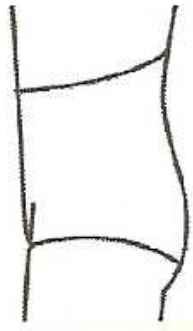

Figure 12 : Forme montante au dos sans emboîtement ⁽²⁵⁾
- Forme montante au dos sans emboîtement : pour homme surtout ou quelquefois pour femme souffrant d'une ptôse organique (Figure 12).